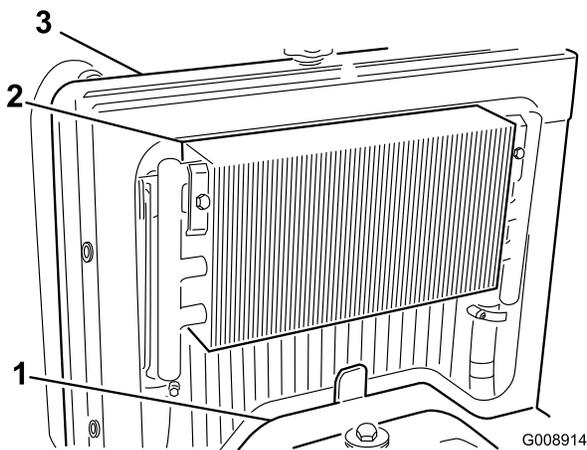

Figure 50
2. Déposez le panneau d'accès (Figure 50).